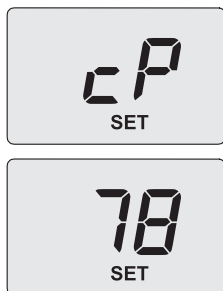

Figura 9.14
- Utilizzare i tasti 14 o 15, sul display LCD le lettere **cP** si alternano con il valore di temperatura dell'acqua di riscaldamento (es. **78**) e compare la scritta "**SET**", indicanti l'entrata nell'attivazione della "funzione spazzacamino" alla potenza massima in riscaldamento (Figura 9.14);